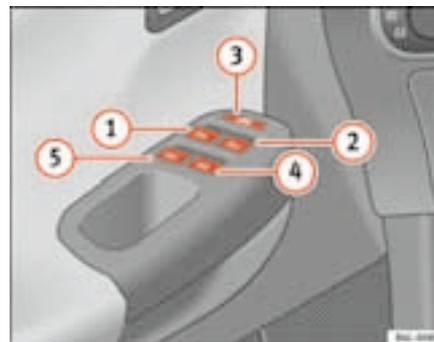

Fig. 51 Detalle de la puerta del conductor: mandos para las ventanillas delanteras y traseras
Las teclas ⇒ página 88, fig. 51 ① y ② tienen dos posiciones para la apertura de las ventanillas y otras dos para el cierre. De este modo es más fácil controlar las operaciones de apertura y cierre.